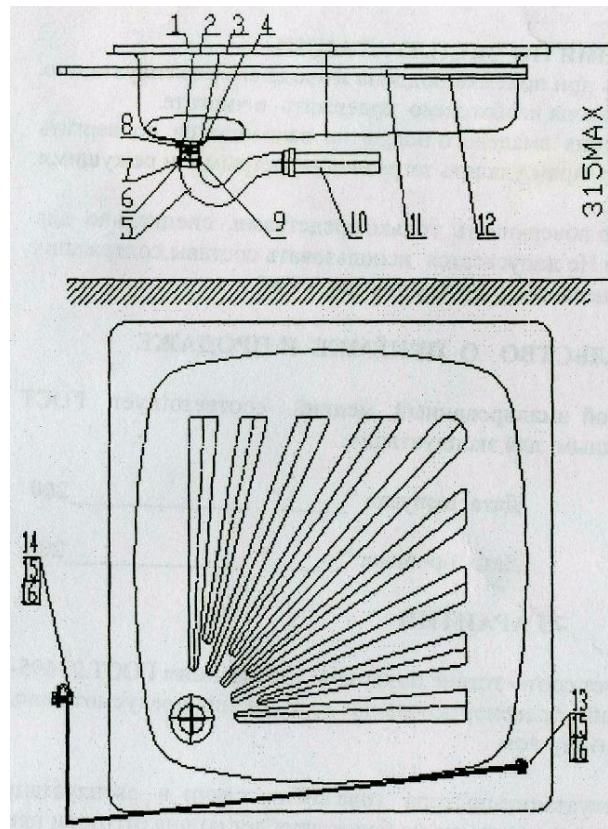

Рис.1
Монтаж поддона производится согласно рис.1
- 4.4 Корпус поддона установите на подставку или на кирпичную кладку, обеспечив расстояние от пола до верхней поверхности поддона не более 315 мм (см. рис.1). При этом отвод сифона 10 должен попасть в растрub фасонной части системы внутренней канализации здания.